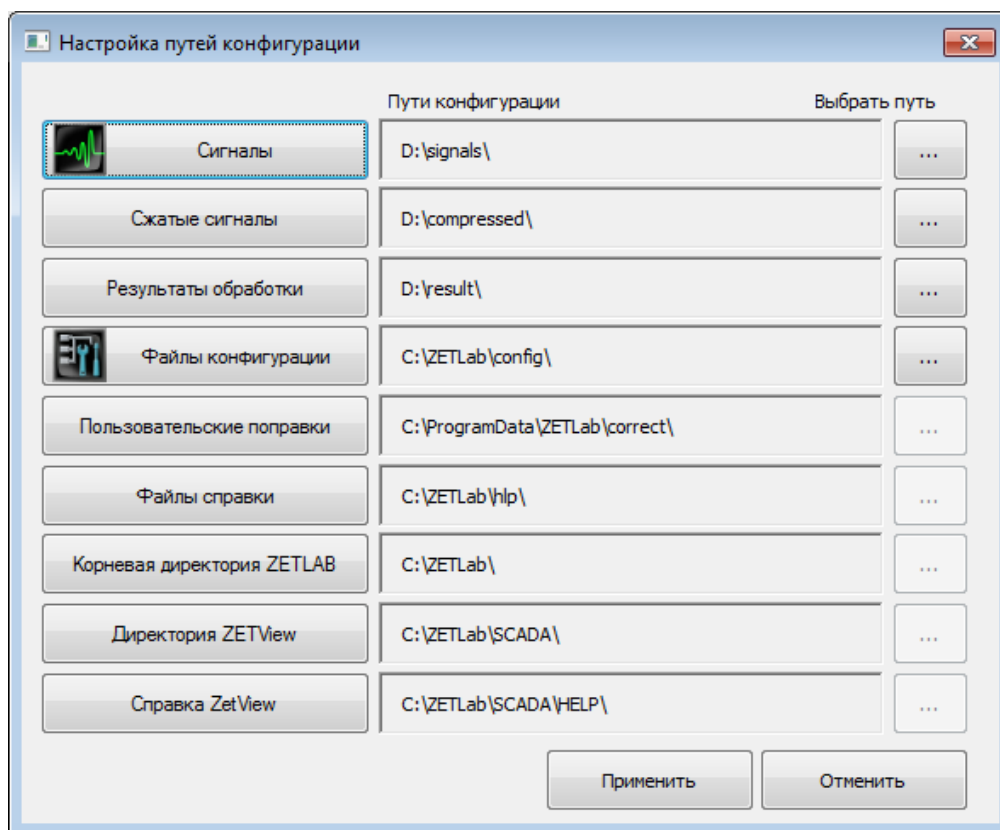

Рис. 4.6 Программа «Пути конфигурации пользователя»
11. Открыть программу «Пути конфигурации пользователя» (Рис. 4.6) нажатием по соответствующей иконке в главном меню панели ZETLAB.